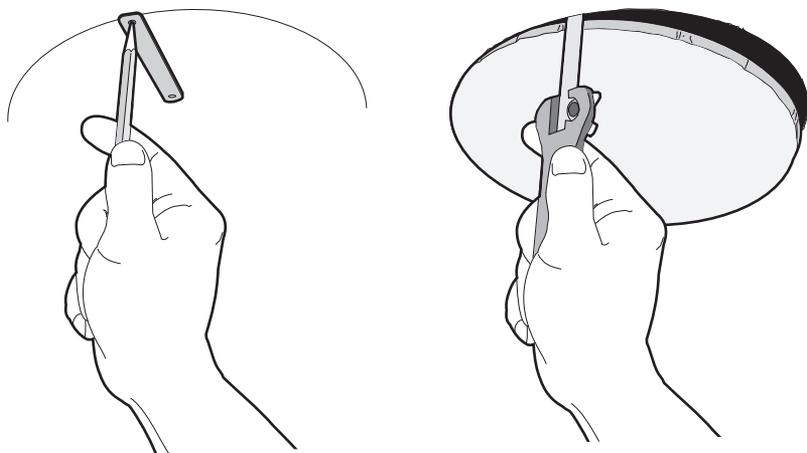

Figura 1. Preparación del techo
1. Prepare el techo (consulte la Figura 1):
1. Prepare el techo (consulte la Figura 1 en la página 10):